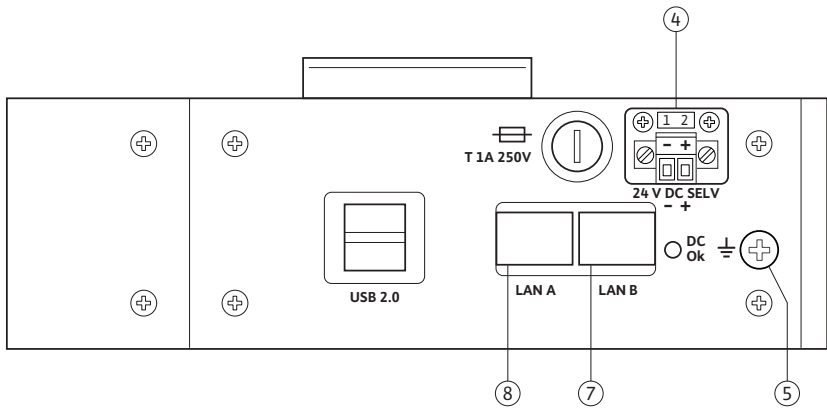

Fig.14-8: Anschluss der Gebäudeautomation an Geniix BACnet Module
- Erdung des BACnet Module vornehmen mit Hilfe der Funktions-Erdungsschraube des Gerätes (siehe Fig. 14-8, Pos. 5 und Tab. 14-4).
- Ethernet-Anschluss des Geniax Servers anschließen an Anschlussbuchse LAN A (LAN B) des BACnet Module gem. Fig. 14-8, Pos. 8 (7) und Tab. 14-4.
- Ethernet-Anschluss der Gebäudeautomation anschließen an Anschlussbuchse LAN B (LAN A) des BACnet Module gem. Fig. 14-8, Pos. 7 (8) und Tab. 14-4.